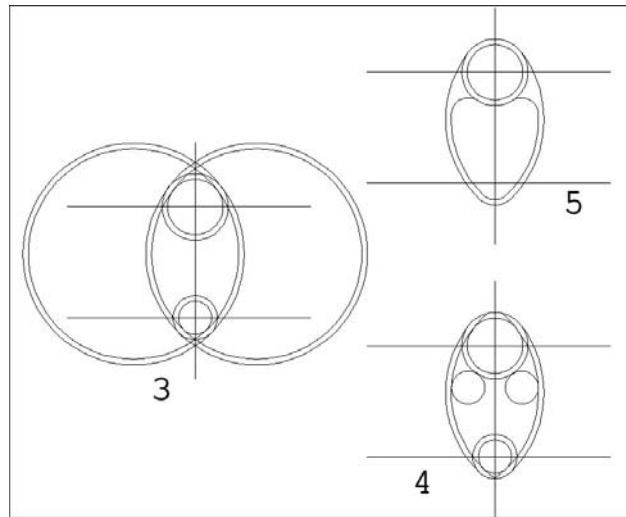

Fig.4.35
- Ajuster les cercles pour finaliser la pièce (fig.4.35).